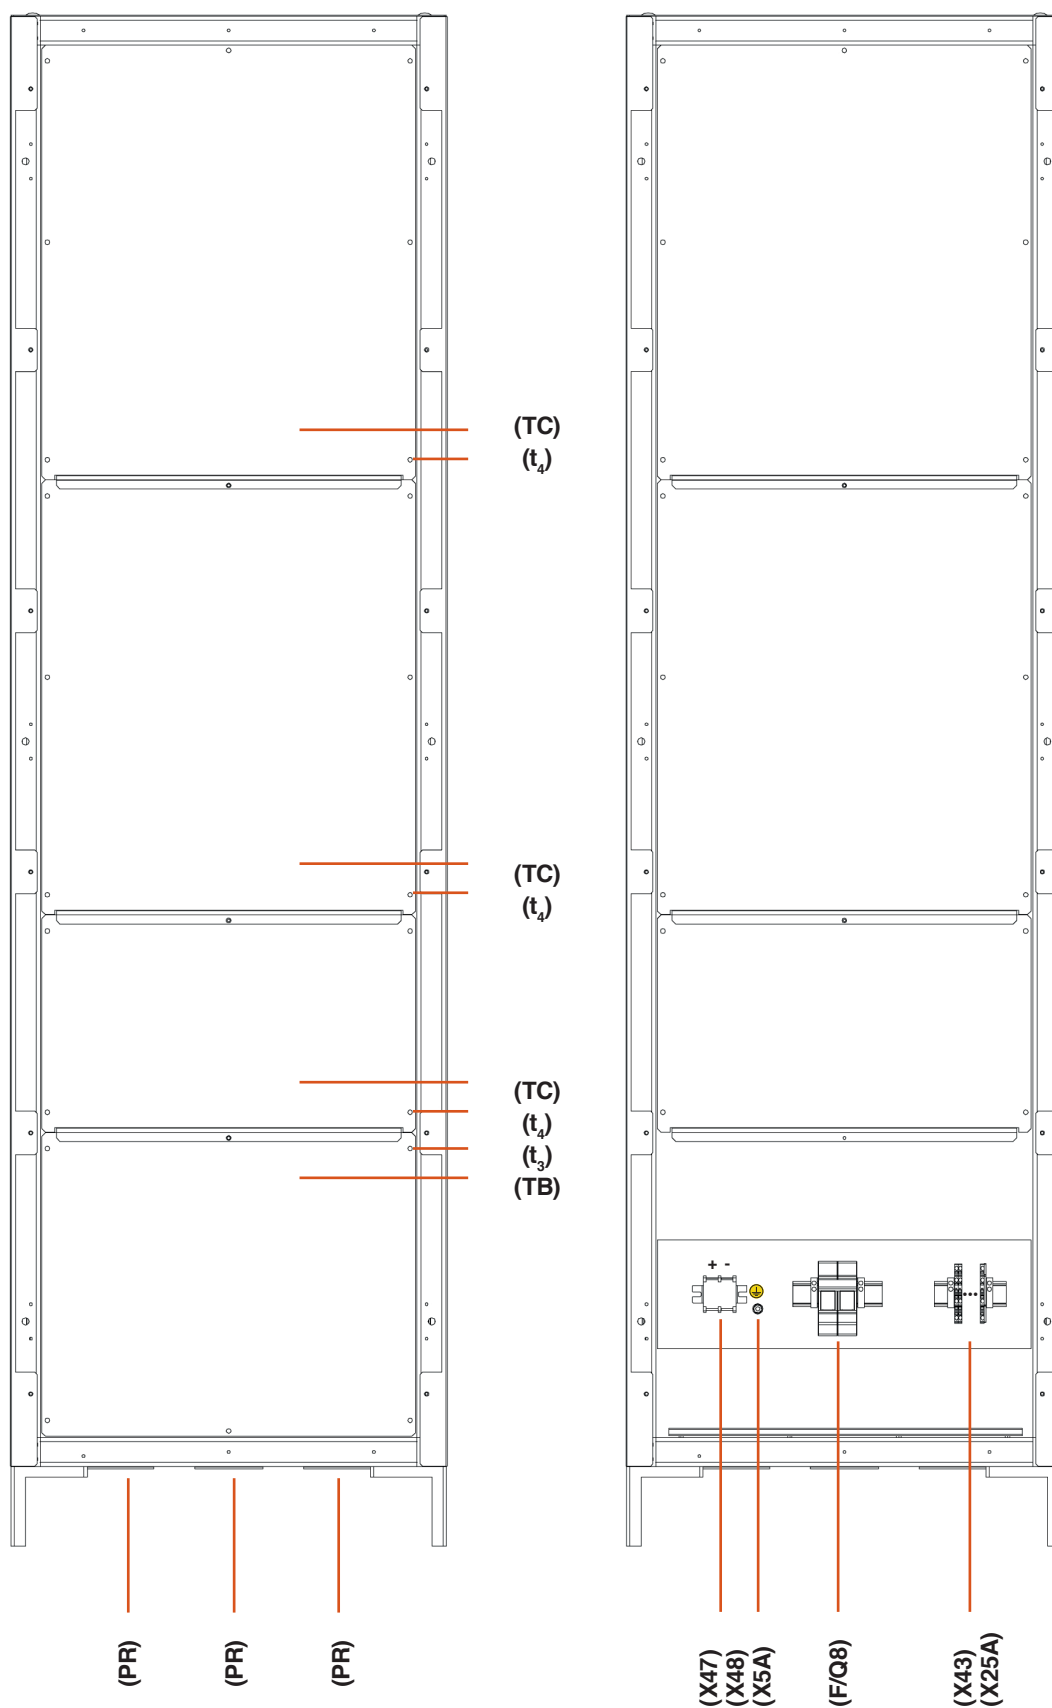

Fig. 11. Vista frontal armário de baterias de 605x605x2115 mm.
- Armário de baterias com 2010 mm de altura e pés elevadores adicionais de 110 mm, pelo que a altura total será 2120 mm. Disponível com uma base do armário de 600x600 mm, 600x800 mm e 800x800 mm (ver Fig. 11 e 12).